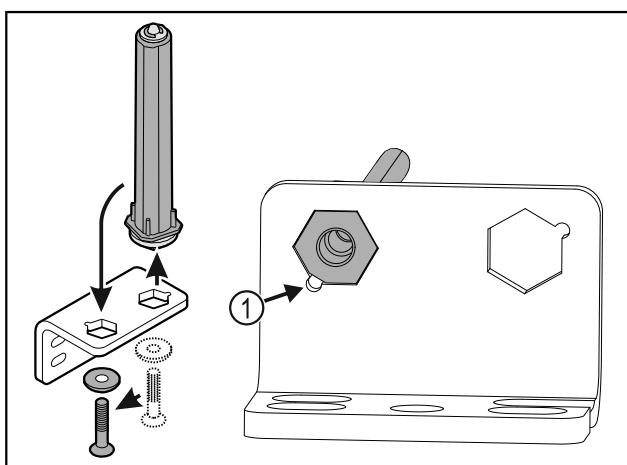

Fig. 31
- Dbajte na to, aby pri nasadzovaní ukazoval úkos čípu Fig. 31 (1) k okrúhlemu otvoru.